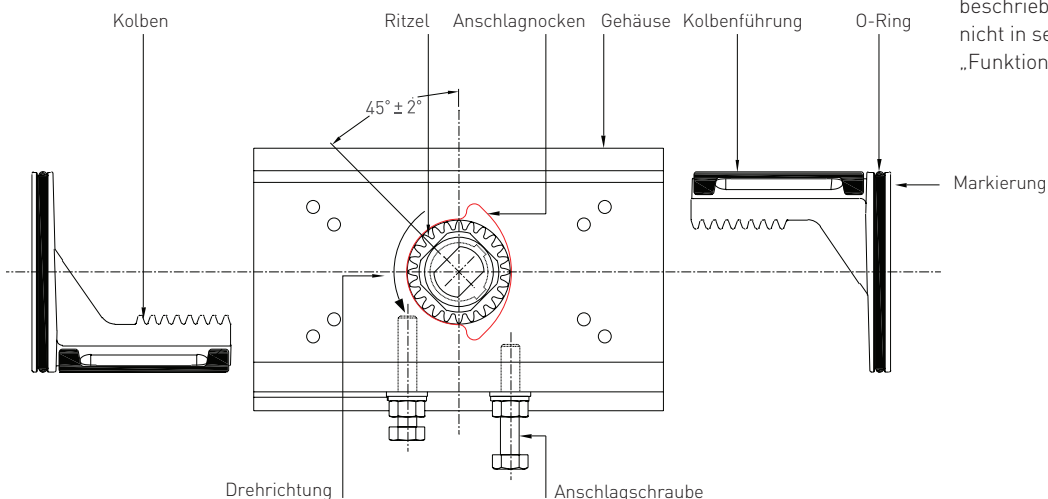
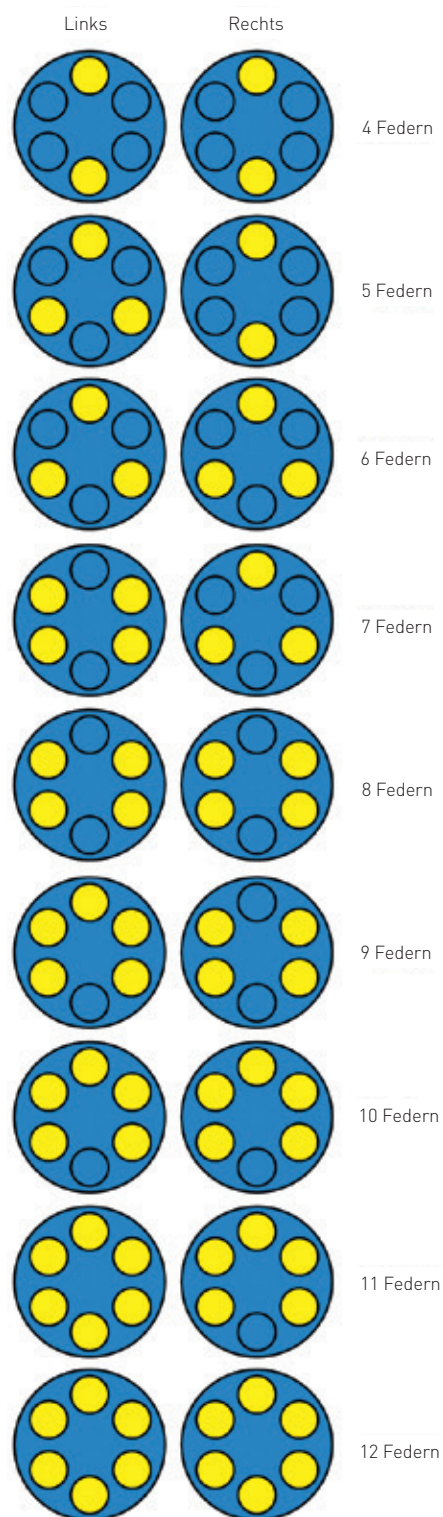

ABB. 5 (Draufsicht)
ABB. 6 - Verteilung der Federn
- a. Abtriebswelle (2) im Uhrzeigersinn in ZU-Stellung drehen.
- c. Korrekte Anzahl Federn (6) in die Vertiefungen am Kolben einsetzen. Im Sinne einer hohen Standzeit müssen die Federn gleichmäßig (mit einem Unterschied von max. einer Feder) auf die beiden Seiten verteilt werden. Je nach Anzahl der Federn wird eine unterschiedliche Anordnung verwendet, siehe hierzu Abb. 6.
3. Endkappendichtungen (20) in leicht vorgefettete Endkappen (4) sorgfältig einlegen.
4. Endkappe auf Federn aufsetzen, dabei sicherstellen, dass sich die Federn in den Vertiefungen befinden. Endkappe mit Schrauben (22) und Unterlegscheiben (15) gleichmäßig am Gehäuse festschrauben. Beim Anziehen der Endkappenschrauben die empfohlenen Anzugsmomente beachten (siehe Tabelle 2). Darauf achten, dass die Federn beim Anbringen der Endkappe nicht verrutschen.
5. Stellungsanzeige (25) oben in die Abtriebswelle stecken.
2. Abtriebswelle auf 45° stellen (siehe Abb. 5).
3. Gleiteinsätze (9) auf den Kolben montieren. Anschließend Kolben mit der Zahnstange an der rechten Zylinderseite anliegend (Blickrichtung von O-Ring-Seite der Kolben her, siehe Abb. 5) einsetzen und so weit hineinschieben, bis die Verzahnungen im Eingriff sind. Beide Kolben nun gleichmäßig bis zum gegenseitigen Anschlag hineinschieben. Der Antrieb ist nun in AUF-Stellung und die Abtriebswelle steht auf 95°.
5. AUF-Anschlagschraube (21) mit montiertem O-Ring (19), Unterlegscheibe (14) und Kontermutter (23) in die linke Bohrung schrauben, bis sie gegen den Anschlagnocken der Abtriebswelle stößt. Kontermutter festdrehen.
7. ZU-Anschlagschraube (21) mit montiertem O-Ring (19), Unterlegscheibe (14) und Kontermutter (23) in die rechte Bohrung schrauben, bis sie gegen den Anschlagnocken der Abtriebswelle stößt. Kontermutter festdrehen. Die Einstellung der Anschlagschrauben muss nach Abschluss des Zusammenbaus überprüft und ggf. nachjustiert werden.
- c. Korrekte Anzahl Federn in die Vertiefungen am Kolben einsetzen. Dabei die korrekte Anordnung für die verwendete Anzahl an Federn verwenden (siehe Abb. 6). Im Sinne einer hohen Standzeit müssen die Federn gleichmäßig (mit einem Unterschied von max. einer Feder) auf die beiden Seiten verteilt werden.
9. Endkappendichtungen (20) in leicht vorgefettete Endkappen (4) sorgfältig einlegen.
10. Endkappe auf Federn aufsetzen und mit Schrauben (22) und Unterlegscheiben (15) gleichmäßig am Gehäuse festschrauben. Beim Anziehen der Endkappenschrauben die empfohlenen Anzugsmomente beachten (siehe Tabelle). Darauf achten, dass die Federn beim Anbringen der Endkappe nicht verrutschen.
11. Stellungsanzeige (25) oben in die Abtriebswelle stecken.
Die Anzahl der Federn kann zwischen 4 und 12 liegen. Im Sinne einer hohen Standzeit müssen die Federn gleichmäßig (mit einem Unterschied von max. einer Feder) auf die beiden Seiten verteilt werden. Je nach Anzahl der Federn wird eine unterschiedliche Anordnung verwendet, siehe hierzu Abb. 6.